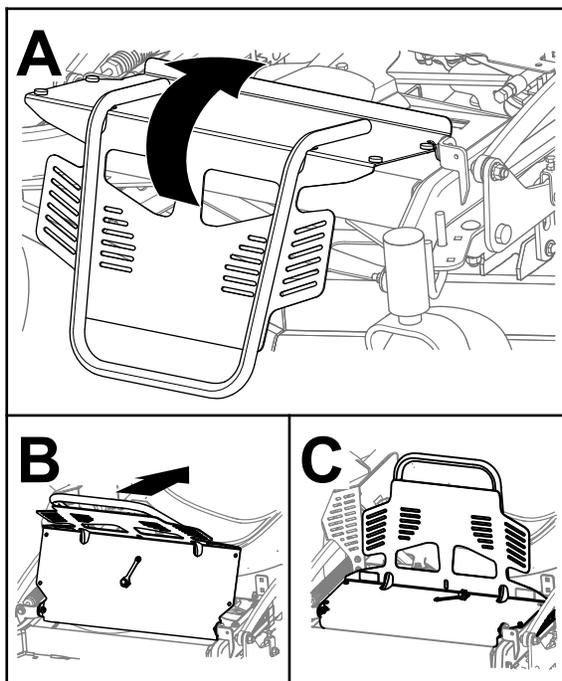

Рисунок 33
- Поверните защиту двигателя назад, как показано на Рисунок 33.